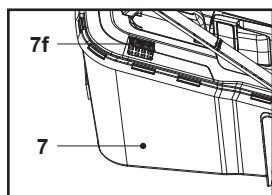

Fig. 13
1. Quando a escotilha (7f) está aberta, resta volume suficiente no recipiente de recolha de relva (7) (Fig. 13).